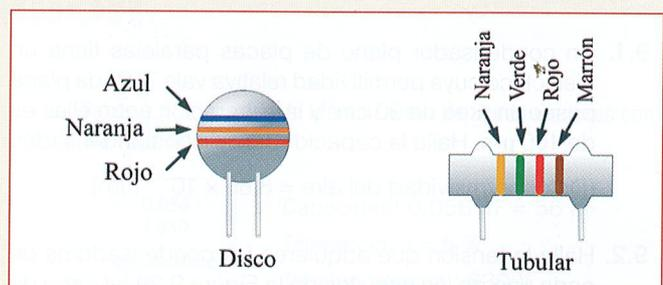

Figura 9.28.
9.10. Determina las características de los condensadores de cerámica que aparecen en la Figura 9.28.